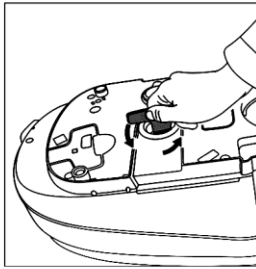
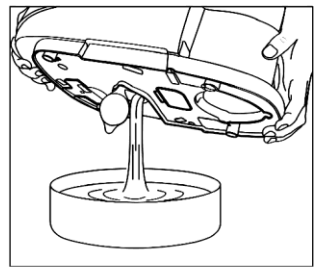

Abb. 8
Abb. 9
6. Drehen Sie die Boilerkappe ab, nutzen Sie dazu den mitgelieferten Schlüssel und gießen Sie das Restwasser aus (Abb. 8 und Abb. 9)
8. Schütteln Sie das Gerät vorsichtig, dass alles Wasser herausläuft (Abb. 9).